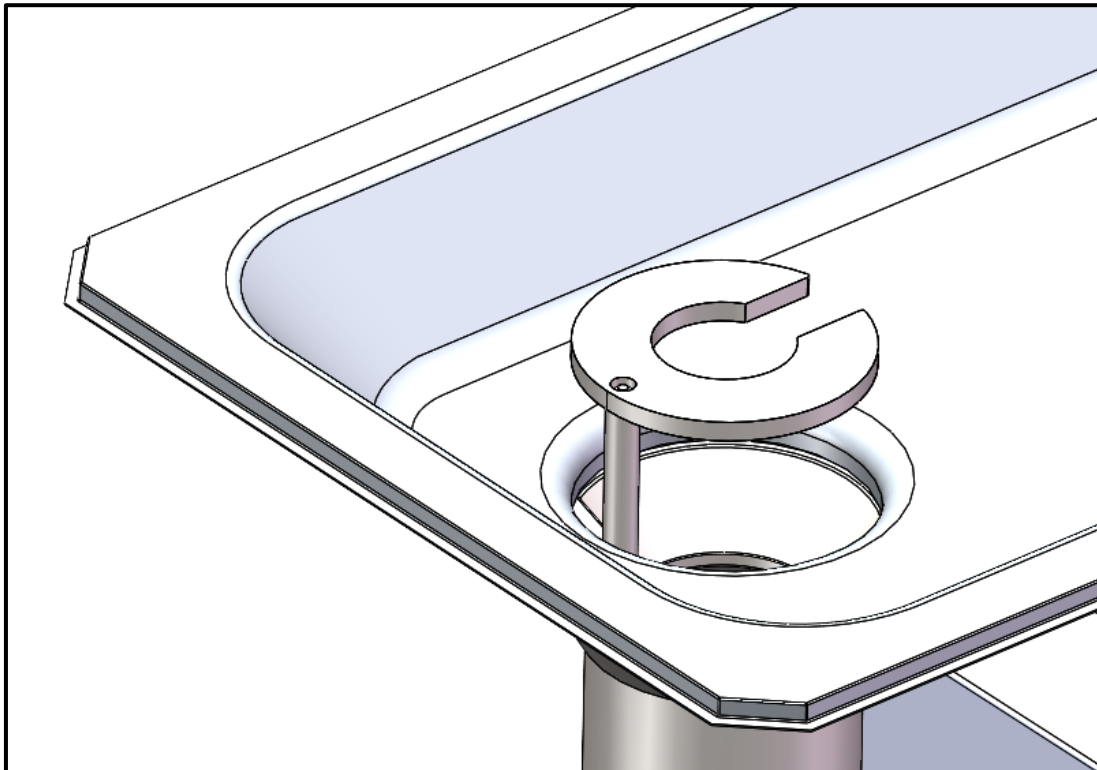

Fig. 3 – Sistema Disco de Segurança
- Sistema Disco de segurança (Fig.3) Impede o acesso dos membros superiores na área de esmagamento do produto.
- 2) Posicione a bandeja corretamente no Sistema Disco de Segurança (Fig.3).